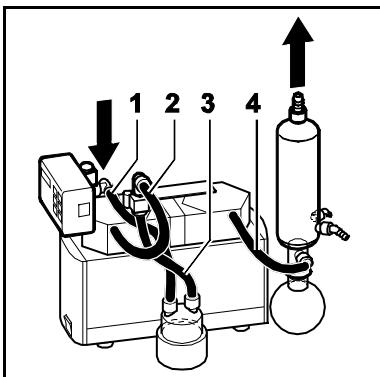

Fig. 17 : Raccordement système SC
4	Tuyaux (voir Fig. 17) <ul style="list-style-type: none"> <li>▪ Résistent au fluide utilisé</li> <li>▪ Diamètre intérieur 10 mm</li> <li>▪ Longueurs : (1, 4) environ 220 mm, (2) environ 300 mm, (3) environ 150 mm</li> </ul>
5. Raccorder le système (voir Fig. 17).